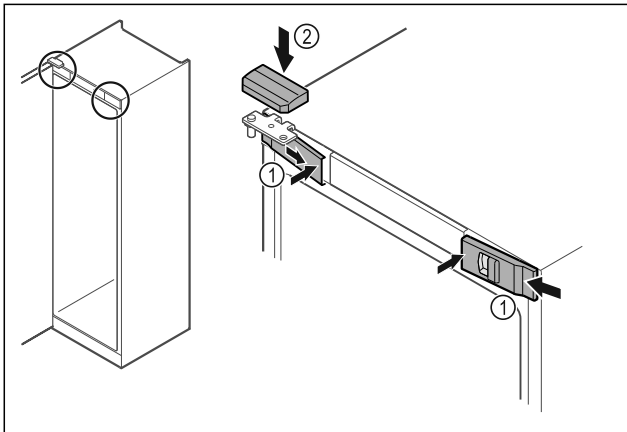

Fig. 50 *
- ▶ Зацепите сбоку и защелкните передние крышки Fig. 50 (1) с внутренней стороны.*
- ▶ Защелкните верхнюю крышку Fig. 50 (2) сверху.*